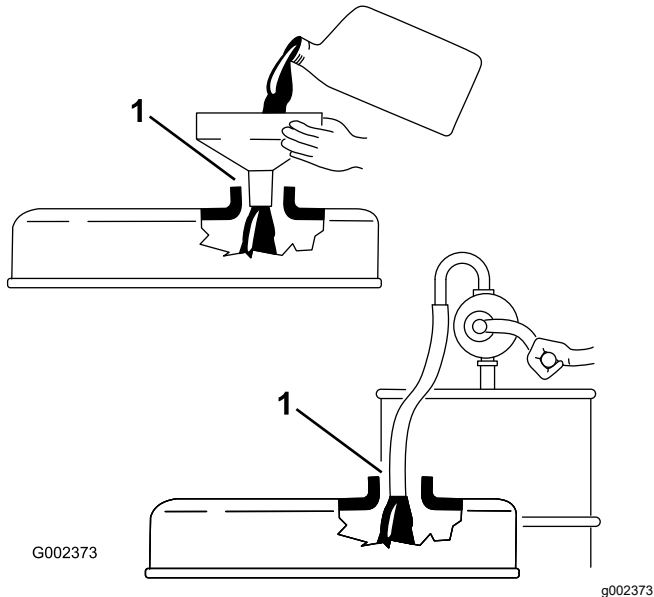

図 29
**重要** エンジンオイルを補給するときには、ディップスティックを抜いておいてください。エンジンオイルを補給する時には、補給口とジョウゴなどの間に必ず図 29 に示すようなすき間が必要です。これは補給の際に通気を確保し、オイルがブリーザ内部に侵入しないようにするためです。